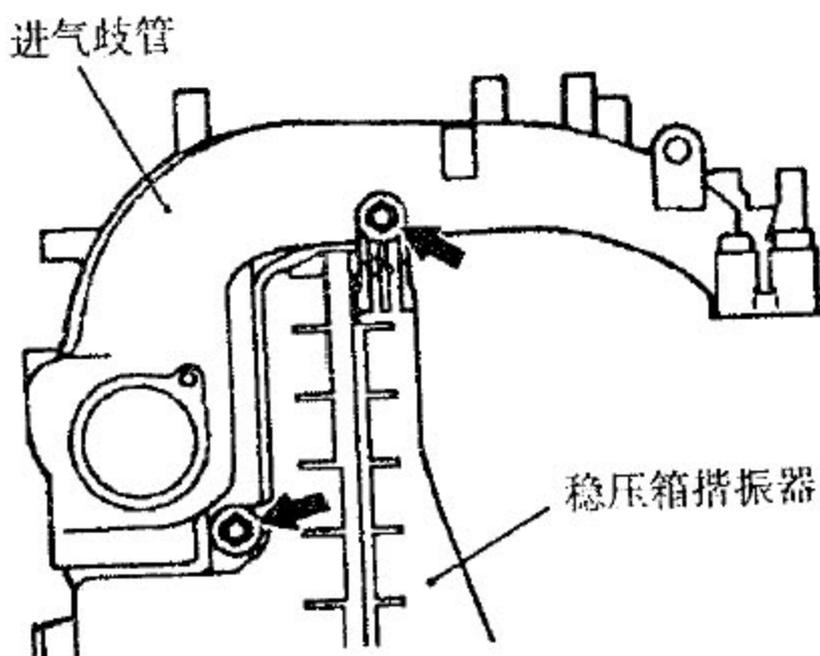

图 8-8
- 2). 进水管的拆卸拆下稳压箱谐振器的安装螺栓、错开稳压箱谐振器。(见图 8-8)